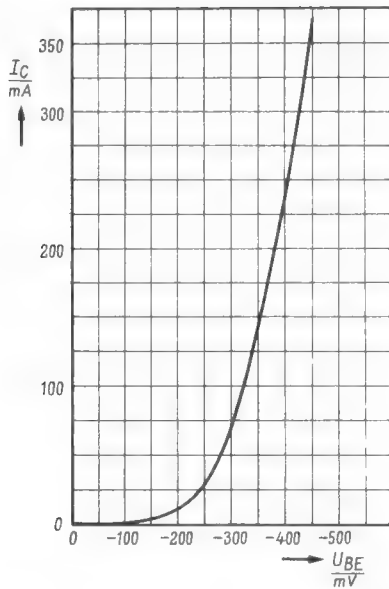

Bild 5. Steuerkennlinie des Transistors AC 152
Die Spannung  $U_{BE2}$  kann dabei nicht vernachlässigt werden, da die anderen Spannungen nicht viel größer sind. Nach der Steuerkennlinie für den Transistor AC 152 (Bild 5) ist bei einem Kollektorstrom  $I_C$  von 24 mA die Basis-Emitterspannung  $U_{BE2}$  gleich 230 mV. Um diesen Betrag muß die Spannung  $U_2$  größer sein als die Summenspannung  $U_3 + U_4$ , damit der Kollektorstrom von 24 mA fließt. Diese Summenspannung ist gleich der Zenerspannung von 7 V, die Spannung  $U_2$  muß also 7,23 V betragen. Damit ergibt sich
Am Widerstand R 4 muß eine Spannung abfallen, die nach der Kennlinie Bild 5 für  $I_C = 45 \text{ mA}$  um  $U_{BE2} = 0,275 \text{ V}$  kleiner ist als die Spannung  $U_2$ . Dagegen ist  $U_4$  die Normalspannung für die niedrigste Ausgangsspannung, also  $U_a = 4 \text{ V}$ . Durch den Spannungsteiler R 2 + R 3 fließen bei 4 V Ausgangsspannung 4 mA, dann wird  $U_2 = 290 \Omega \cdot 0,004 \text{ A} = 1,16 \text{ V}$ . Nach Gleichung (4) ist dann